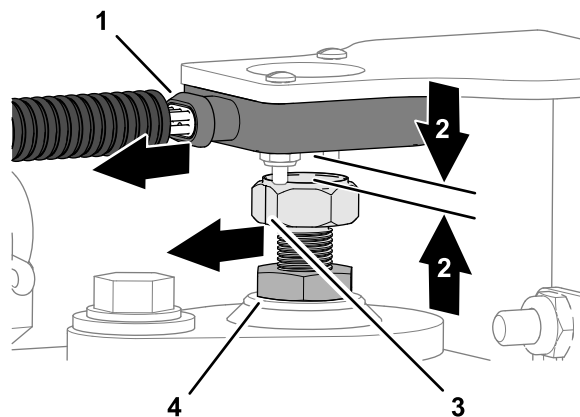

Figura 11
1. Ajuste a posição do parafuso magnético até existir uma folga de 4 mm entre o parafuso e a face do sensor (Figura 11).
2. Rode o parafuso magnético até a linha indicadora gravada na parte plana do parafuso magnético ficar alinhada com a porta de ligação do sensor (Figura 11).
3. Aperte a porca de bloqueio (Figura 11).
4. Meça a folga entre o parafuso e a face do sensor (Figura 11). Deve existir uma folga de 2 a 4 mm.